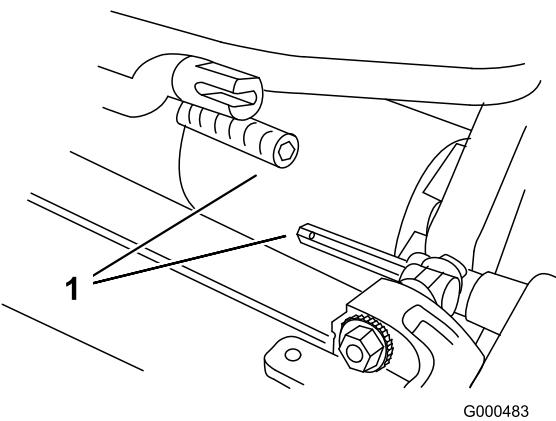

Figure 4
3. Poussez le plateau de coupe sous le groupe de déplacement et vers la gauche pour engager l'accouplement de la transmission (Figure 4).